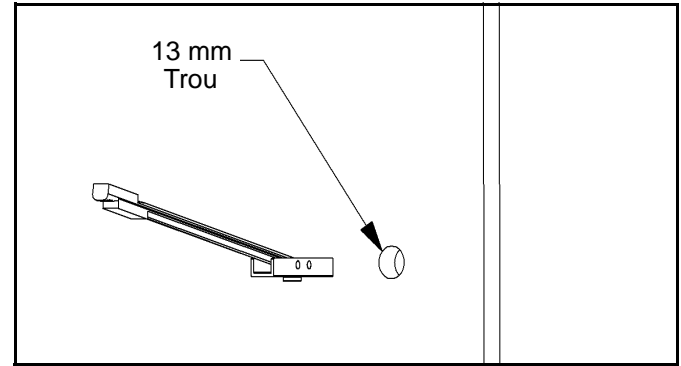

Figure 4.
1. Déterminez un emplacement convenable pour l'installation et soulevez la plaque murale (10) (voir « PIÈCES POUR LA PLAQUE DE FIXATION MURALE » page 3).
2. Percez un trou de 13 mm à l'emplacement souhaité, en prenant soin de vérifier que l'épaisseur du mur est d'au moins 13 mm. Si le mur est fabriqué en poteaux métalliques, il est recommandé d'installer l'ancrage à travers le contreplaqué et le poteau métallique (voir figure 4).